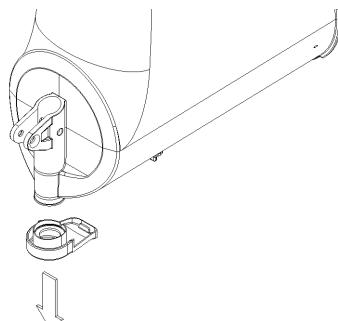

figura 8
- 7 Rimuovere dal contenitore il restrittore di flusso (vedere figura 8).